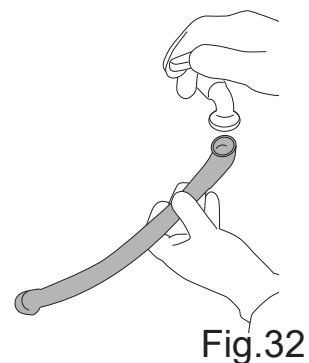

Fig.32
- Spoel de slang inwendig met stromend water (Fig. 32).